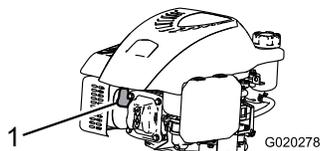

Figura 27
2. Staccate il cappello dalla candela (Figura 27) prima di eseguire interventi di manutenzione.